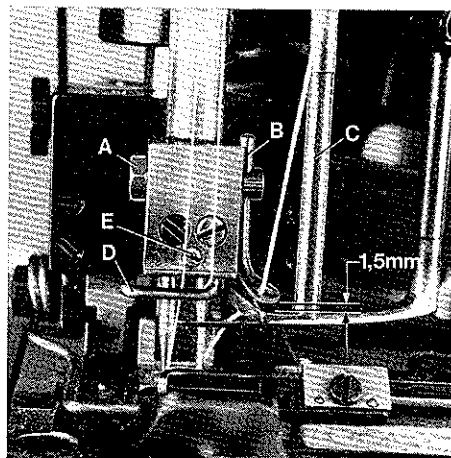

Fig. 44
Rotate pulley until the needle bar is at the bottom of its stroke. Loosen nut (A, Fig. 44) and set the movable spreader thread guide (B) on needle holder so the distance of approx. 1,5 mm (1/16 in.) between spreader thread guide (C) and movable spreader thread guide (B). The eye of guide (B) should be positioned directly above the front end of the thread guide slot in the spreader thread guide (C) (see Fig. 44). Retighten nut (A).
Drehen Sie am Handrad bis die Nadelstange in ihrer untersten Stellung ist. Lösen Sie die Mutter (A, Fig. 44) und stellen Sie die bewegliche Legfadenführung (B) am Nadelhalter so, daß zwischen der Legfadenführung (C) und der beweglichen Legfadenführung (B) ein Abstand von etwa 1,5 mm ist und die Öse der Führung (B) direkt über dem vorderen Ende des Fadenführungsschlitzes der Legfadenführung (C) steht (siehe Fig. 44). Ziehen Sie die Mutter (A) wieder an.
Set the needle holder thread guide (D, Fig. 44) as close as possible to the needles without pinching the needle threads. For adjustment loosen screw (E) and set the thread guide as required, make sure that thread guide (D) clears spreader thread guide (C) when the needle bar moves up and down. Retighten screw (E).
Stellen Sie die Fadenführung (D, Fig. 44) am Nadelhalter so dicht wie möglich zu den Nadeln, ohne daß die Nadelfäden eingeklemmt werden. Nach Lösen der Schraube (E) kann die Fadenführung entsprechend gestellt werden, beachten Sie, daß die Fadenführung (D) nicht an der Legfadenführung (C) anschlägt, wenn die Nadelstange auf und ab geht. Ziehen Sie die Schraube (E) wieder an.